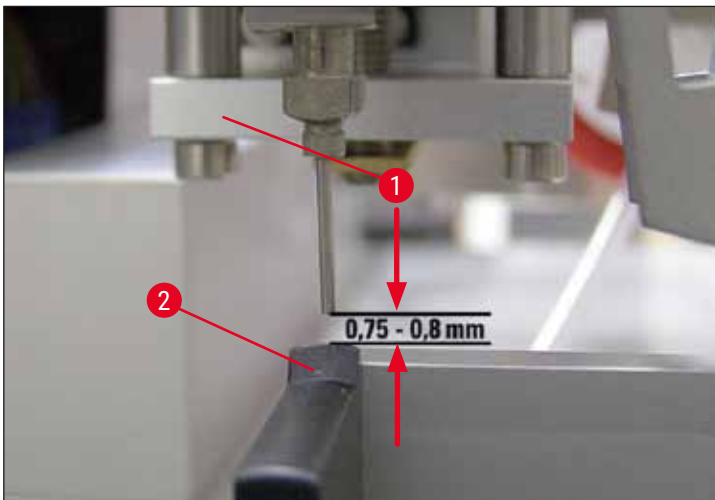

Fig. 16
8. Attraverso un controllo visivo dal davanti è ora possibile ricontrollare l'altezza impostata dell'ugello (→ Fig. 16).